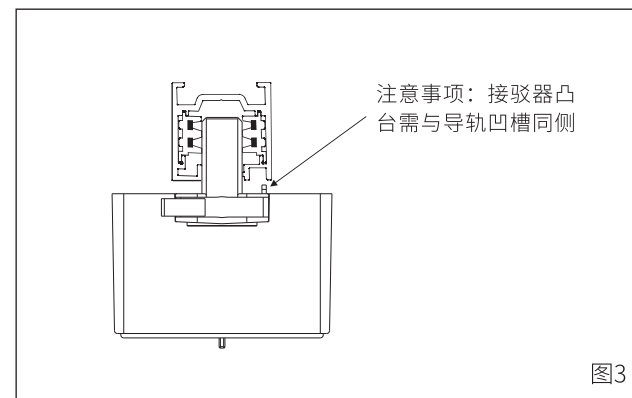

图3
- 4.将接驳器侧面凸起筋条对准导轨上相应凹槽,然后将接驳器推入导轨槽内（图3）；